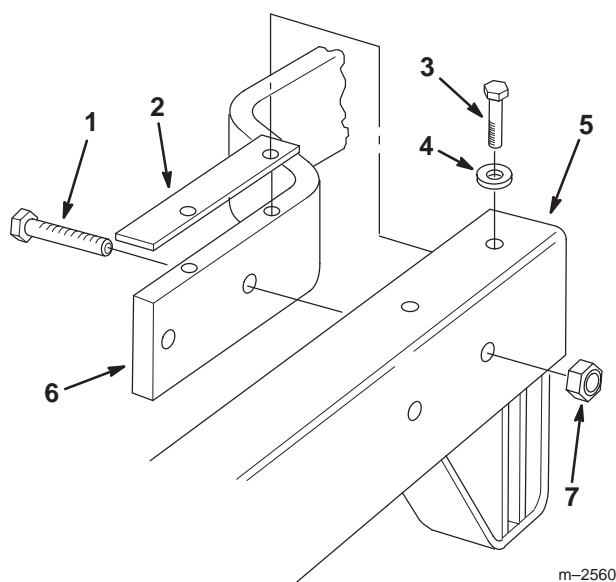

Figure 7
1. Montez le bâti porteur sur le groupe de déplacement à l'aide des 4 vis d'assemblage (3/8" x 1-3/4") et contre-écrous (3/8"). Notez que les contre-écrous doivent être placés à l'extérieur du bâti porteur. Ne serrez pas trop les contre-écrous pour conserver un certain jeu entre le bâti et le châssis du groupe de déplacement (Fig. 7).
2. Posez des cales entre le bâti porteur et le châssis du groupe de déplacement. Les trous des cales doivent être en face des trous supérieurs du châssis du groupe de déplacement et du bâti (Fig. 7).
3. Insérez les 4 boulons à collerette (3/8" x 7/8") et les rondelles plates dans le bâti porteur et les cales, et dans les trous filetés en haut du châssis du groupe de déplacement. Serrez les boulons à 37-45 Nm (Fig. 7).
4. Serrez les 4 vis d'assemblage (3/8" x 3/4") et contre-écrous (3/8") à 37-45 Nm (Fig. 7).